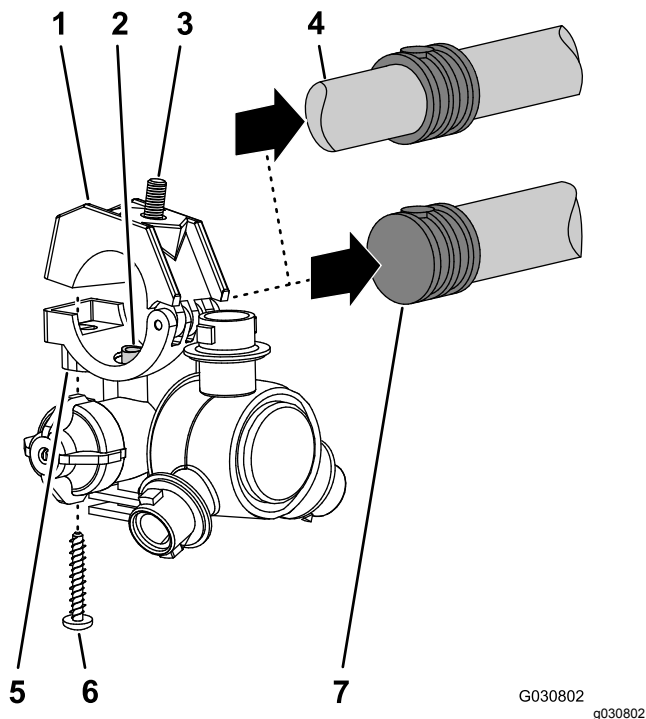

Figura 119
- Trabalhando com os 8 bicos do pulverizador que retirou no passo 1, retire os parafusos de aço inoxidável (N.º 12 x 1-1/4 pol.) que prendem as metades do grampo superior e as hastes do tubo roscado simples ou duplas (3/4 pol.) ao corpo de cada bico do pulverizador e retire as hastes do tubo roscado (**Figura 119**).